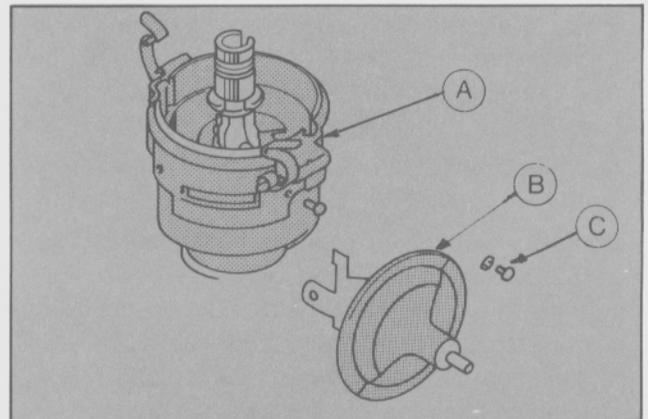

Fig. 36 - Instalación de la unidad de vacío.
- Colocar la unidad de avance al vacío, enganchando el vástago del diafragma en el perno ubicado en la zona inferior de la plaqueta móvil. Asegurarla con los dos tornillos de fijación y colocar también el tornillo restante de fijación de la plaqueta fija (Fig. 36).